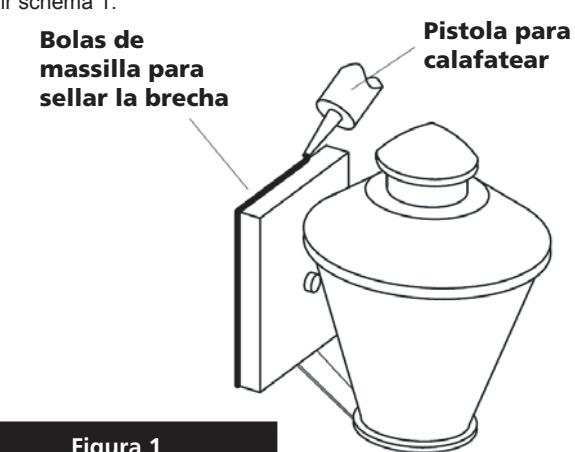

Figura 1
1. Conecte el cable de alimentación positivo (**A**) (normalmente negro o la cara lisa, sin marcas del cable de dos conductores) de plomo accesorio positivo (**B**) con un giro de tamaño adecuado en el conector – **Véase la Figura 1 y 2**.
Para conectar a tierra en un sistema eléctrico de 3 hilos, fije el cable de tierra del artefacto (**E**) (generalmente de cobre o verde recubierto de plástico) a la brida de montaje accesorio (**M**) con el tornillo de tierra (**S**) – **Véase la Figura 1**. Nota : En las correas de accesorios compatibles tornillos, primero instale los dos tornillos de montaje de la correa. Cualquier agujero roscado restante puede ser utilizado para el tornillo de tierra.